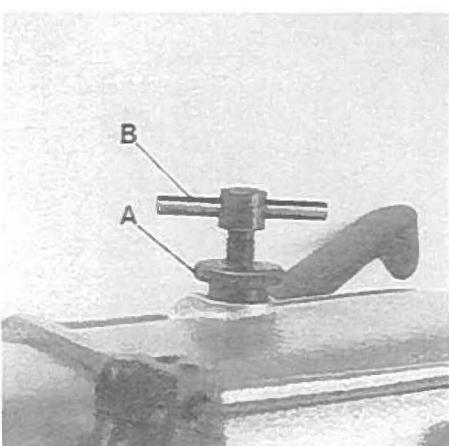

Fig.24
Rotate the handwheel until the lower feed dog is below the throat plate. Loosen knurled nut (A, Fig. 24) and turn out T-screw (B) until it does not exert any pressure on the leaf springs. In this position, the pressure exerted on the presser foot should be so strong that the presser foot bottom and the front end of the presser foot tongue rest squarely on the throat plate.
Drehen Sie am Handrad bis der untere Transporteur unter der Stichplatte steht. Lösen Sie die Rändelmutter (A, Fig. 24) und drehen Sie die Knebelschraube (B) soweit heraus, daß sie nicht mehr auf die Blattfedern drückt. In dieser Stellung soll der Druck auf den Drückerfuß so stark sein, daß die Drückerfußsohle und das vordere Ende der Drückerfußzunge flach auf der Stichplatte aufliegt.
Now turn in T-screw (B, Fig. 24) until the necessary presser foot pressure for proper feeding is exerted (determine by sewing tests). Secure this setting with the knurled nut (A), which simultaneously fastens the upper arm cover. Remount the face cover and the finger guard.
Nun drehen Sie die Knebelschraube (B, Fig. 24) soweit ein, daß der zum einwandfreien Transport notwendige Drückerfußdruck erzeugt wird (durch Näherversuche ermitteln). Sichern Sie diese Einstellung mit der Rändelmutter (A), mit der gleichzeitig der obere Armdeckel befestigt wird. Montieren Sie den Stirndeckel und den Fingerschutz wieder.